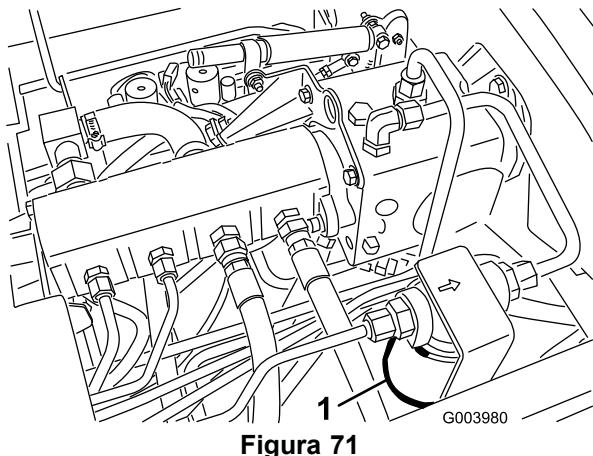
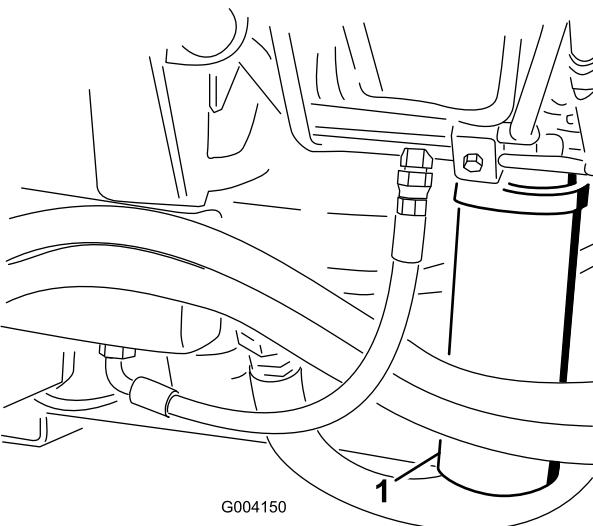

Figura 71
Figura 72
- Limpe a área à volta da área de montagem do filtro e coloque um recipiente de drenagem por baixo do filtro (Figura 71) e (Figura 72).